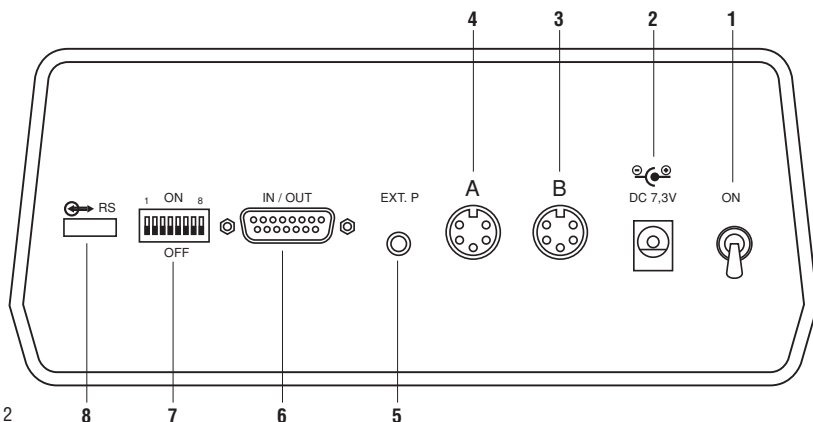

Fig. 2
- Connecter le chargeur à la prise adéquate (**2**, Fig. 2) et le raccorder sur le 230 V (ou 115 V pour les USA).
- Connecter le ou les palpeurs (**3** et **4**, Fig. 2).
- Enclencher l'instrument à l'aide de l'interrupteur ON/OFF (**1**, Fig. 2).